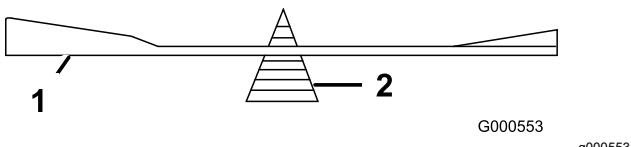

Figure 57
2. Vérifiez l'équilibre de la lame en la plaçant sur un équilibrEUR (Figure 57).